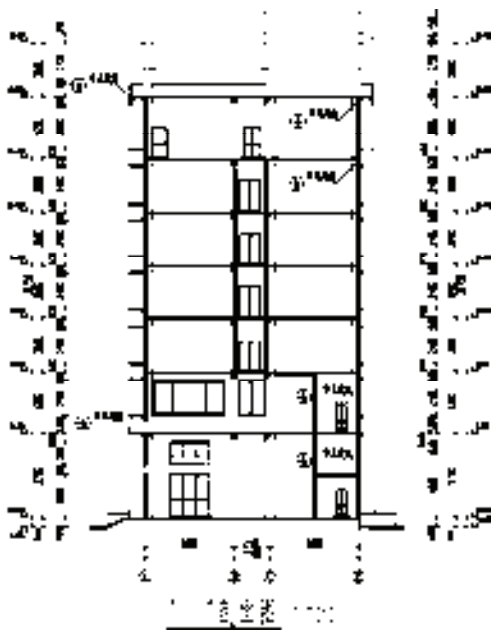

图 15-195 图名标注
4) 调用“图名标注”命令, 在弹出的“图名标注”对话框中设置图名及比例参数, 点取插入点, 即可完成图名标注的添加, 结果如图 15-195 所示。